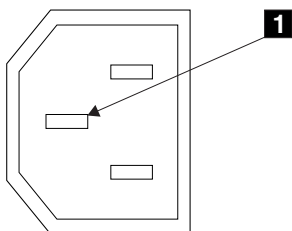

図4. アース・ピン
6. SAN ボリューム・コントローラーのフレームと各主電源コネクタのアース・ピン間の導通を検査します。アース・ピンは、図4の**1**です。